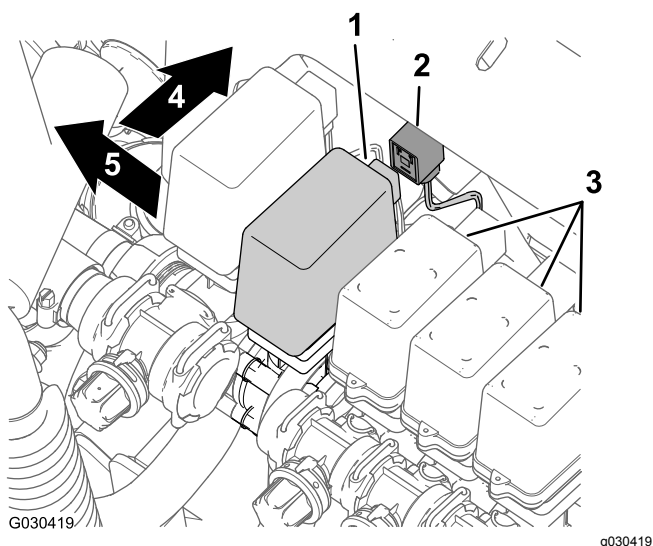

Figura 12
1. En la parte trasera de la máquina, localice el conector hembra de 3 vías del arnés de cables trasero principal de la máquina, con la etiqueta EDUCTOR (eyector) (**Figura 12**).
2. Retire el conector del eyector del arnés principal del conector de 3 patillas de la válvula del eyector (Figura 12).